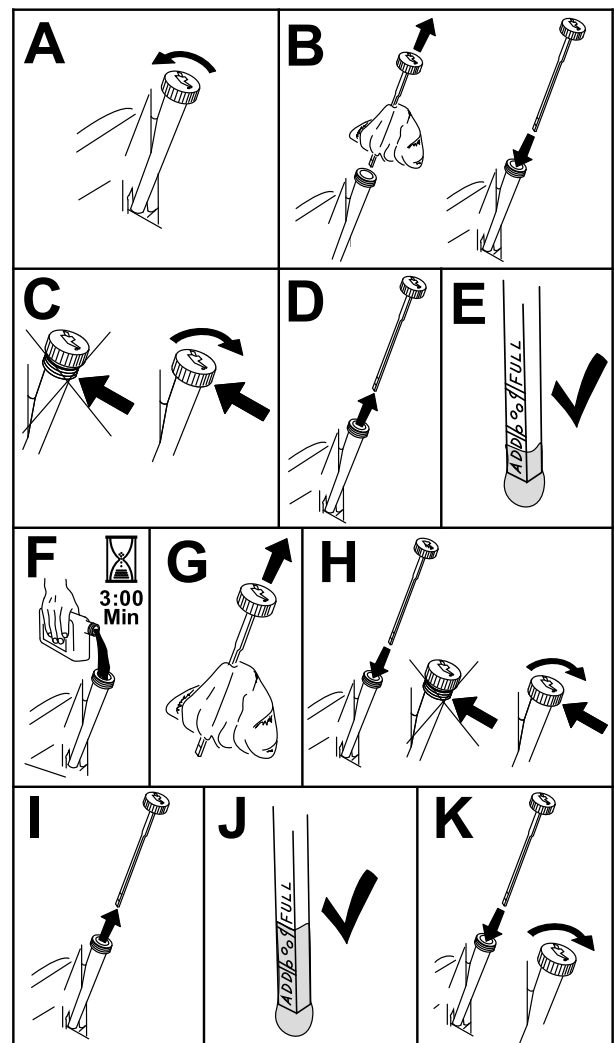

Figura 45
3. Per evitare morchia, residui d'erba, ecc. nel motore, pulite l'area attorno al tappo e all'asta di livello dell'olio prima della rimozione (Figura 45).